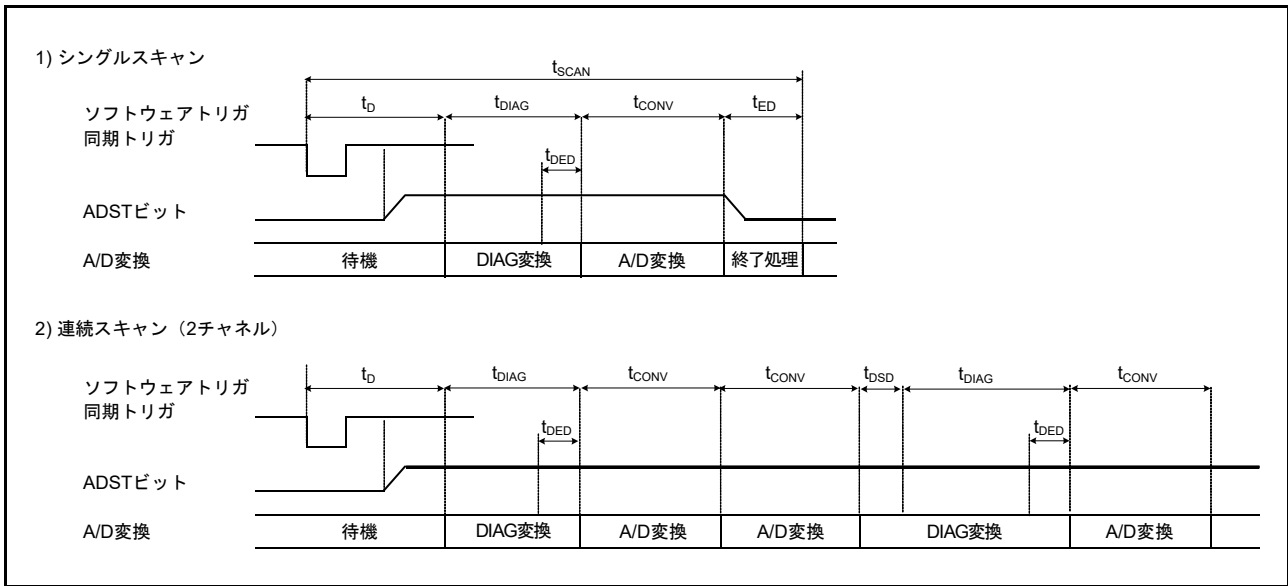
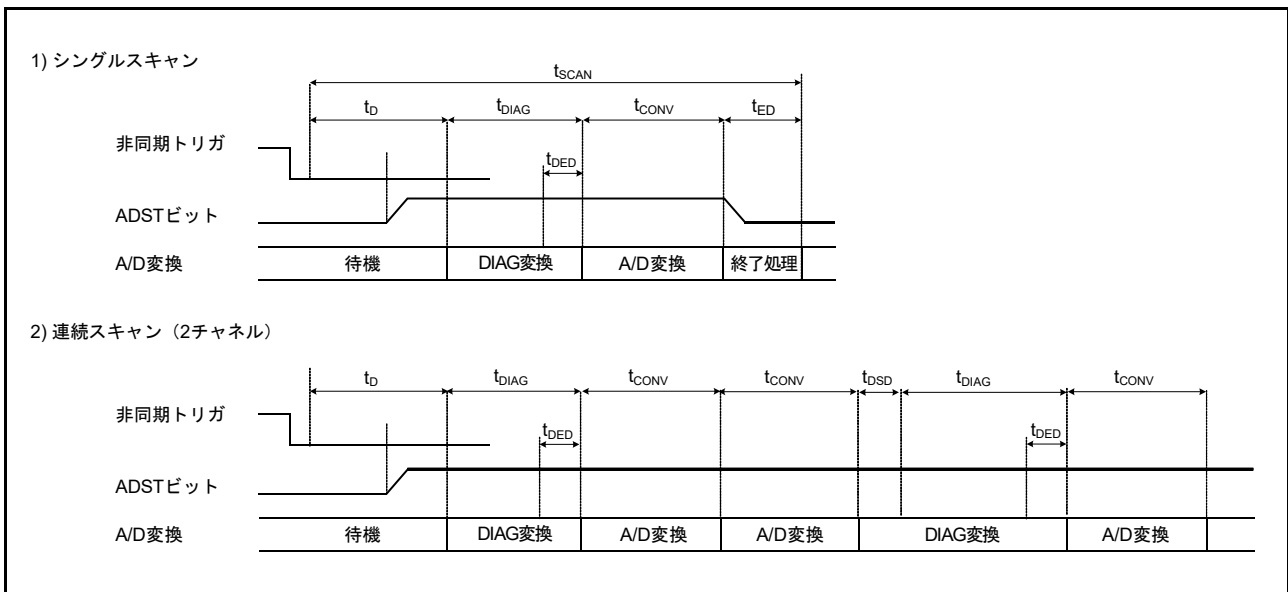

図 38.24 スキャン変換のタイミング (ソフトウェア起動、同期トリガ入力 (ELC) 起動の場合)
図 38.25 スキャン変換のタイミング (非同期トリガ入力 (ADTRG0) 起動の場合)
図 38.24 に、ソフトウェアトリガまたは同期トリガ (ELC) 起動によりスキャン変換を行う場合のタイミングを示します。また、図 38.25 に、非同期トリガ (ADTRG0) 起動によるスキャン変換を行う場合のタイミングを示します。スキャン変換時間 ( $t_{SCAN}$ ) はスキャン変換開始遅延時間 ( $t_D$ )、断線検出アシスト処理時間 ( $t_{DIS}$ ) (注 1)、自己診断変換時間 ( $t_{DIAG}$  および  $t_{DSD}$ ) (注 2)、A/D 変換処理時間 ( $t_{CONV}$ )、スキャン変換終了遅延時間 ( $t_{ED}$ ) を含めた時間となります。
- 注 1.  $t_D$ 、 $t_{DIAG}$ 、 $t_{CONV}$ 、 $t_{ED}$  の各タイミングについては、図 38.24、図 38.25 を参照してください。